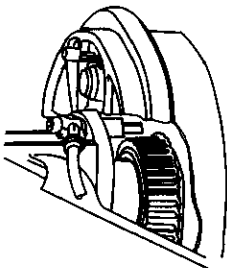

图 3-278 检查后轮齿圈
1) 举升起后轮, 使之离地, 用双手转动后轮感觉后轮摆动是否异常。若后轮摆动过大, 则要检查后轮轴承的径向圆跳动 (如图 3-278 所示), 径向圆跳动标准值为  $0.05mm$ 。